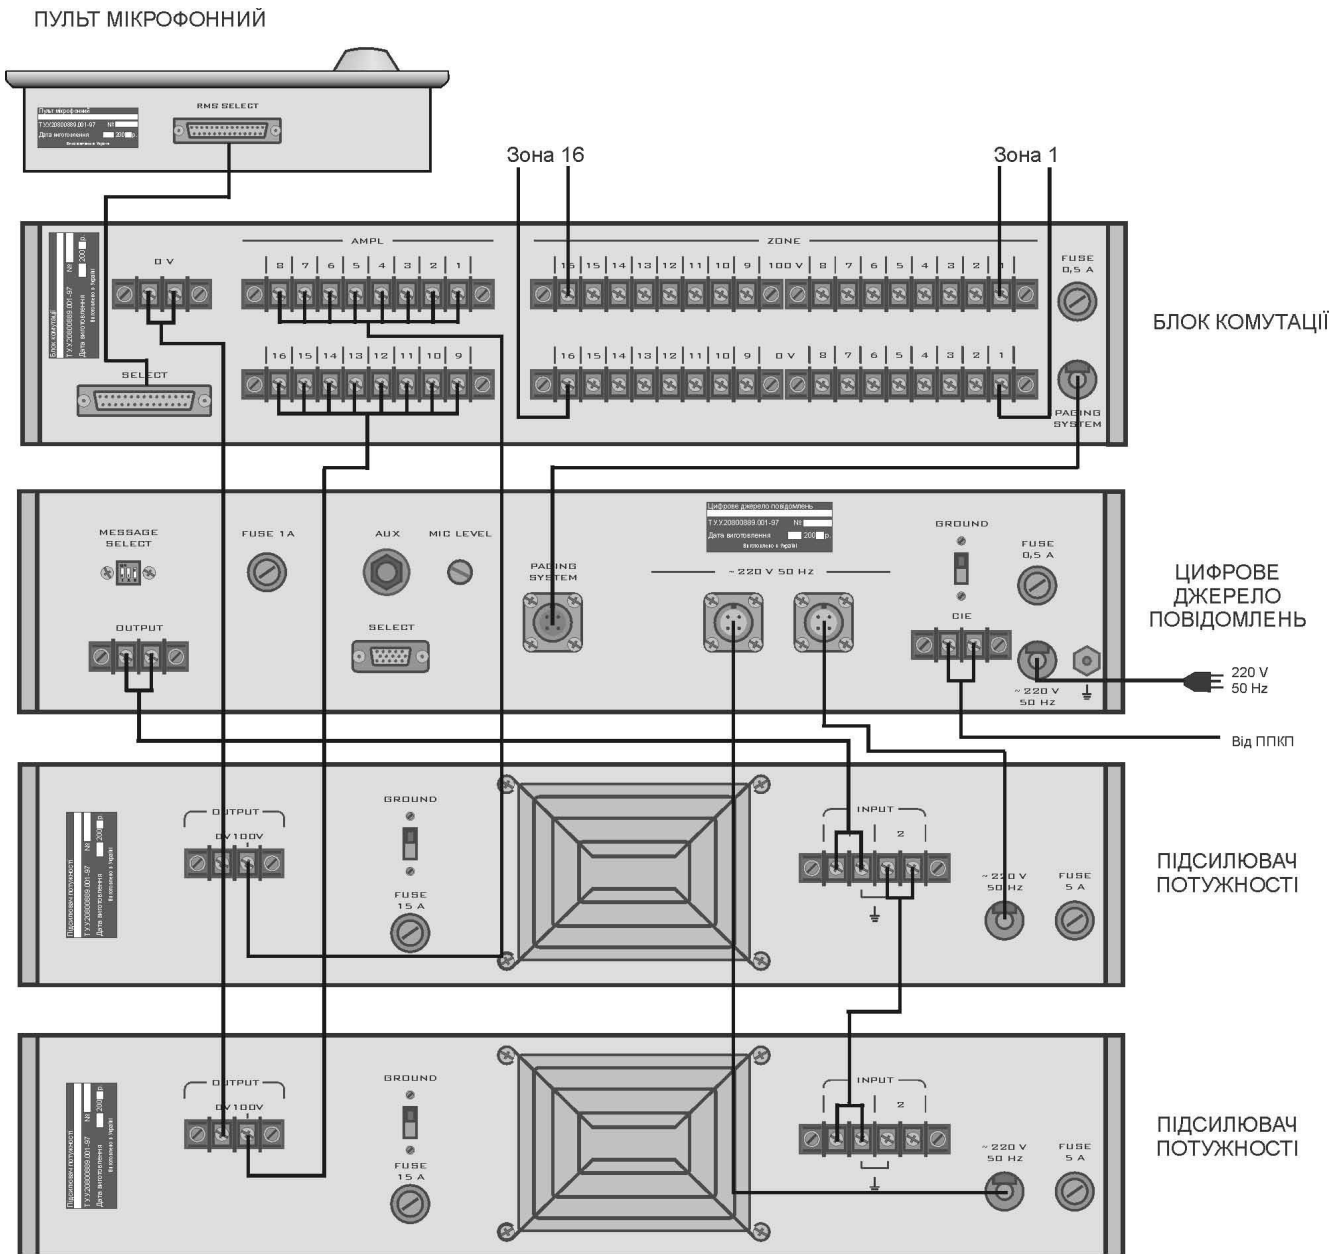

Рисунок 22
10.1.1. З'єднайте складові частини комплексу аналогічно зі схемами, приведеними рис. 22...26.